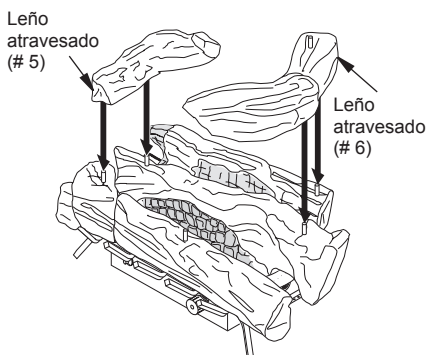

Figura 24 - Instalación de los leños atravesados (# 5 y # 6)
4. Coloque el leño atravesado (# 5) sobre el sujetador (izquierdo) del leño central (# 1) y sobre el sujetador del leño delantero izquierdo (# 3; consulte la figura 24).
5. Coloque el leño atravesado # 6 sobre el sujetador (derecho) del leño central (# 1) y sobre el sujetador del leño trasero (# 2; consulte la figura 24).